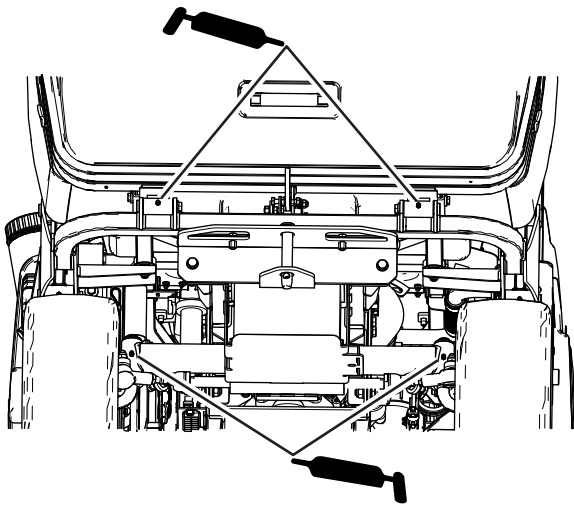

Figura 44
- Pivotes de la tolva y puntos de pivote de dirección (Figura 44)